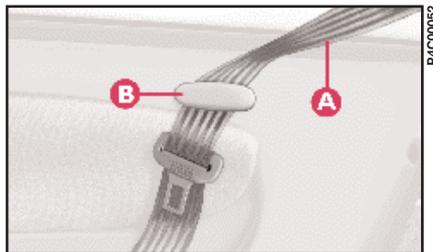

fig. 76
1) Vérifier que chacune des deux sangles **A** (fig. 76) des ceintures de sécurité latérales est bien engagée dans sa bride **B**.